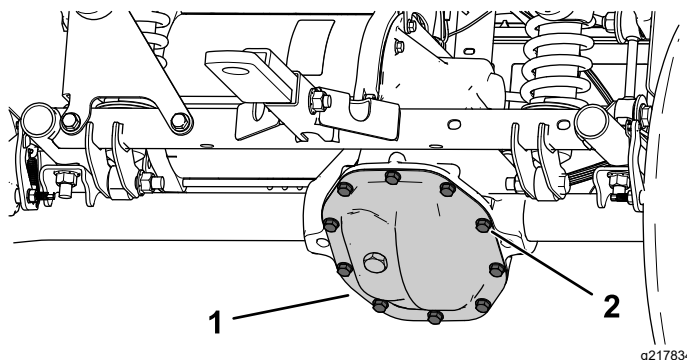

図 55
2. トランスアクスルカバーについているボルトを外してオイルが完全に抜けるのを待つ 図 55。
1. トランスアクスルカバーの下にオイルを受ける容器をおく 図 55。